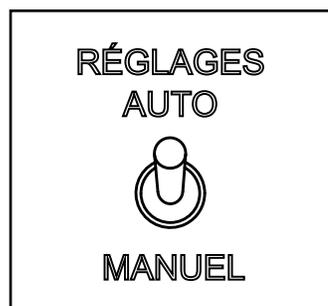
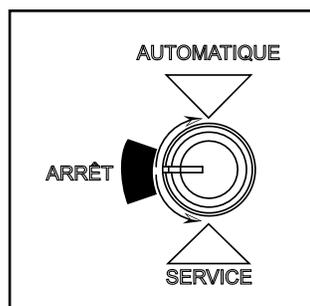

Figure 4.3
Figure 4.4
4. Mettez l'interrupteur à bascule sur le mode désiré, automatique ou manuel. Figure 4.3. Mettez le bouton de réglage de l'alimentation sur la position désirée et tournez la molette de mode sur «Automatique» ou sur «Service», Figure 4.4. **Remarque:** Le débit d'alimentation n° 4 est un bon point de départ. Des ajustements peuvent être apportés en fonction de la qualité du combustible et/ou de la chaleur désirée. **Remarque:** L'allumeur ne viendra pas jusqu'à ce que la charge d'alimentation initiale est terminée.